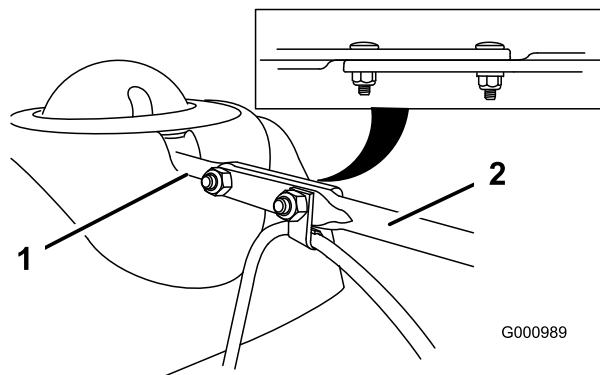

Figure 10
3. Alignez l'extrémité plate arrière de la longue tige d'orientation de la goulotte sur l'extrémité plate avant de la tige courte qui part du panneau de commande de façon à les engager l'une dans l'autre (Figure 10).